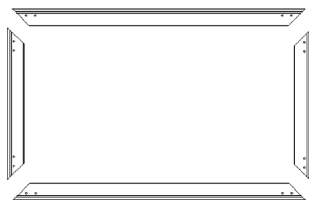

Fig.3
1. Posez les 4 barres en aluminium sur une surface molle (2x horizontalement & 2x verticalement) parallèlement les unes aux autres en rectangle (fig. 3). Introduisez deux équerres d'angle aux deux extrémités de la barre horizontale supérieure et placez les deux barres verticales dessus (fig. 4, 5 et 6).